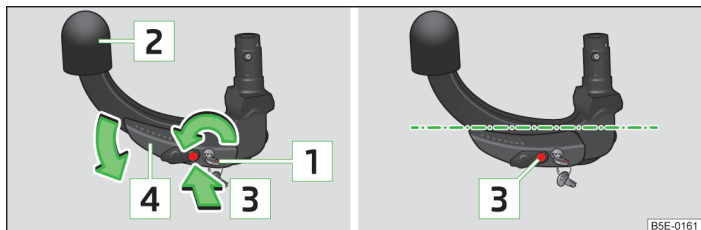

Abb. 147 Bereitschaftsstellung einstellen / Bereitschaftsstellung
- Den Schlüssel drehen, sodass seine rote Markierung **1** » Abb. 147 sichtbar ist.